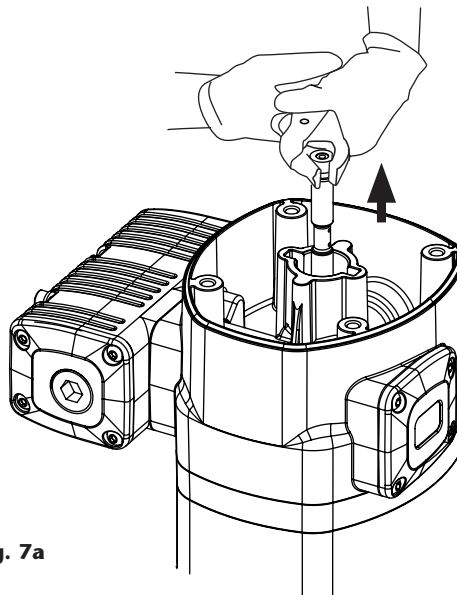
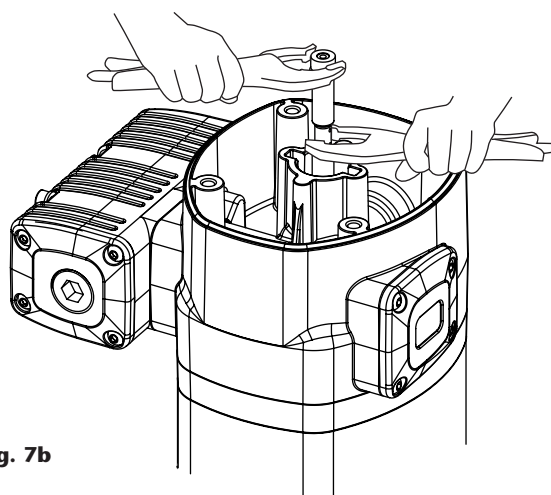

Fig. 7a
Fig. 7b
1. Unscrew the bolts (2) and remove the cap (3).
2. Unscrew the sensor sleeve (4).
3. With a manual clamp on the nut (5), pull the rod (40) outwards until its central recess appears (fig. 7a). Then, with another manual clamp, grab the rod (39) on said recess to prevent sealing surface to be damaged, and unscrew the nut (5) (fig. 7b).
4. Remove o-ring (6) and ring (7), and replace them with new ones later.
5. Unscrew the bolts (58). Pull the motor body (13) outwards to free it along with bridle (36).
6. Take away the gasket (9) and replace its seals (8) and (10).
7. Unscrew the bolts (37) and split the motor (13) from the bridle (36). Take away the washer (32) and replace the seal (8).
8. Take away the cylinder (52) while carefully holding the air piston (46). Replace the piston seal (45).
9. Reassemble in reverse order, applying thread locker in screws (37), nut (5) and sensor sleeve (4).
1. Desenrosque los cuatro tornillos (2) y quite la tapa (3).
2. Desenrosque el tapón inversor (4).
3. Con ayuda de una mordaza manual sobre el casquillo (5), tire hacia fuera del vástago (39) hasta que aparezca su rebaje central (fig. 7a). Después, con otra mordaza manual agarre el vástago (39) en dicha zona rebajada central para no dañar la superficie destinada al sellado y desenrosque el casquillo (5) (fig. 7b).
4. Deseche la tórica (6) y el aro (7), y use otros nuevos posteriormente al volver a montar.
5. Desenrosque los cuatro tornillos (60). Tire hacia arriba del cabezal motor (13) hasta liberarlo junto con la brida (36).
6. Quite el casquillo inversor (9). Sustituya las juntas (8) y (10) de este casquillo.
7. Desenrosque los cinco tornillos (37) y separe el cuerpo motor (13) de la brida (36). Extraiga la arandela (32) y sustituya la junta (8).
8. Retire el cilindro (52) sujetando con cuidado el émbolo (46). Sustituya la junta (45) de dicho émbolo.
9. Vuelva a montar el conjunto en sentido inverso, aplicando fijador de rosca en los tornillos (37), casquillo (5) y tapón inversor (4).